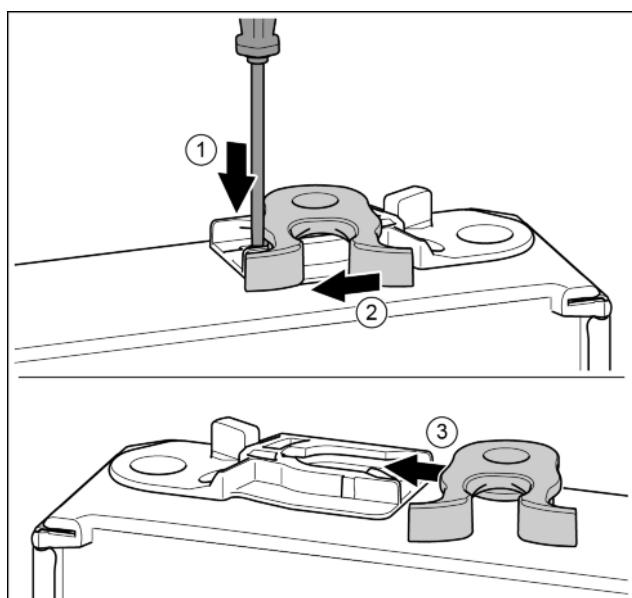

Fig. 17
- Ar skrūvgriezi spiediet uz leju mēlīti. Fig. 17 (1)
- Izvelciet aizvēršanas āki no vadīklas. Fig. 17 (2)
- Iebīdiet aizvēršanas āki vadīklā otrajā pusē. Fig. 17 (3)